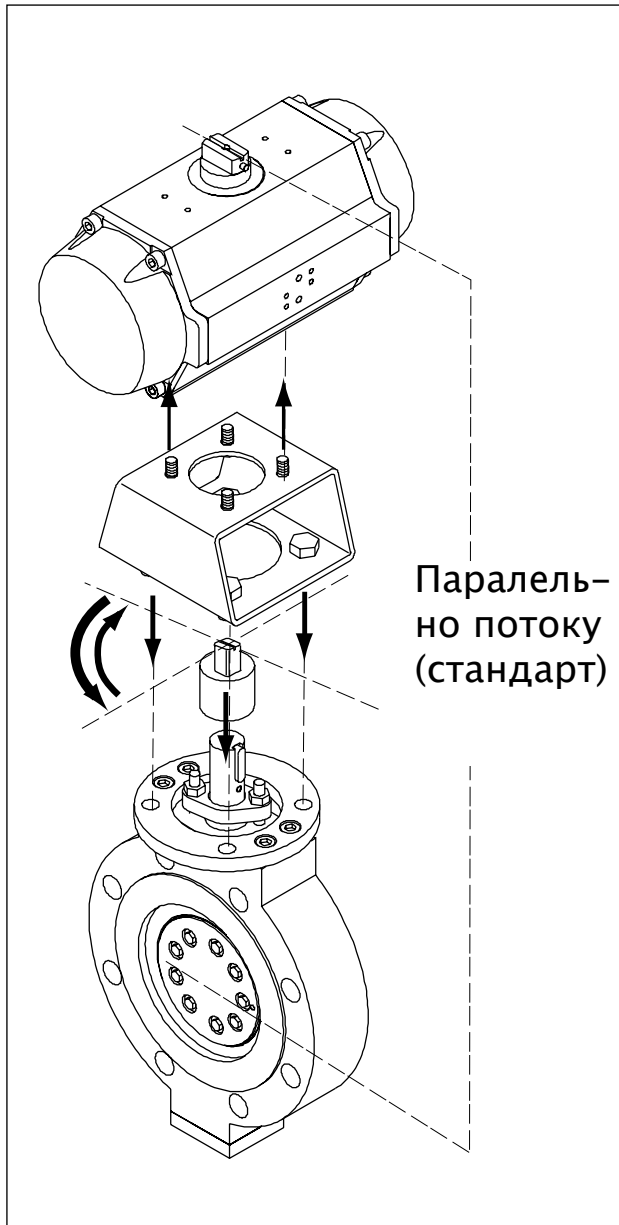

Рис. 6 Монтаж привода на арматуру
- Ослабить все соединения управляющего устройства, ослабить соединяющие фланец крепления соединительные болты и снять привод с арматуры (см. рис. 6 в предыдущем разделе 9.1),
- Перед монтажом привода на арматуру проверить правильность установки индикации положения (см. рис. 6 и раздел 9.1 "Монтаж привода на арматуру").